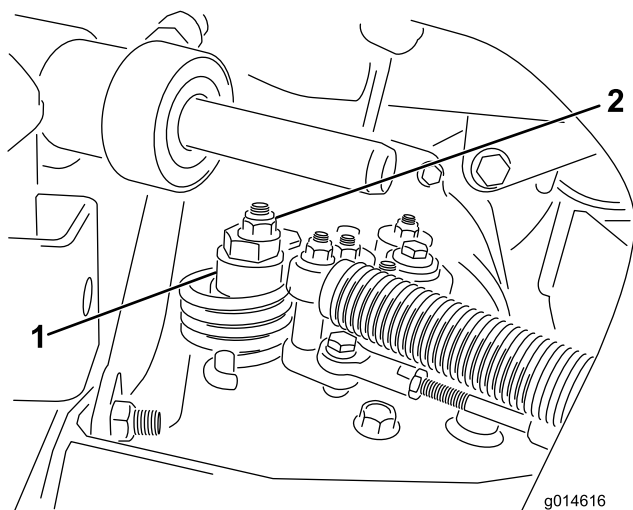

図 49
- A. 偏芯ナットをハイドロスタット上部に止めているナットをゆるめる（図49）。
- C. どちらにも車輪が回らないように偏芯ナットを回して調整する。調整ができたなら固定ナットを締める（図49）。スロットルSLOWおよびFAST位置で調整が正しいことを確認する。